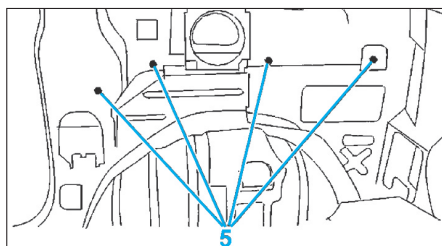

Fig. 46
- les fixations du guide arrière (1) sur la porte (pour dégrafer les câbles de la porte coulissante motorisée).
- Avancer le guide (1) à l'avant du rail.
- Déposer les fixations intérieures (5) du rail (Fig.46).